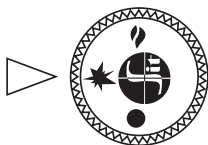

Рис. 8
- 7.3. Для розжига пилотной горелки ручка управления переводится в положение «искра» (рис. 8).